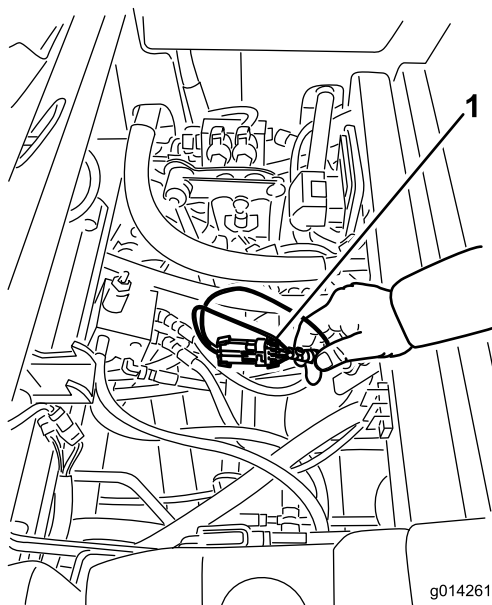

図 27
3. コントローラの近くにあるワイヤ・ハーネスとそのコネクタを探し出す（図 27）。